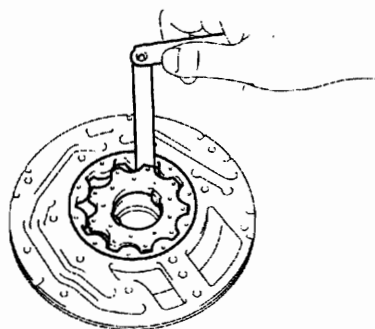

图 12-1-106
②如图 12-1-106 所示, 用塞尺测量从动齿轮和驱动齿轮间的间隙, 标准顶部间隙为 0.070~0.150mm, 最大顶部间隙为 0.150mm。若顶部间隙大于最大值, 则更换驱动齿轮、从动齿轮或泵体。